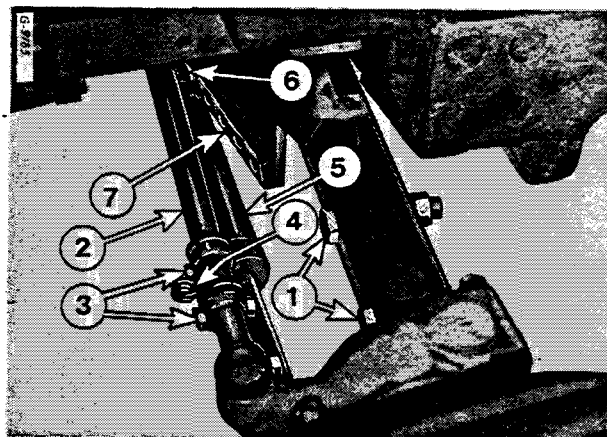

Figure 22a
Essieu renforcé avec crémaillère de réglage verticale (7) - Fig. 22a.
Les extensions d'essieu sont pourvues d'encoches et sont maintenues en place à l'aide des boulons de fixation (1) Fig. 22a. La largeur de voie peut varier de 1700 à 2100mm par paliers de 100mm.
Soulevez l'avant du tracteur. Otez les boulons de brides (1) Fig. 22a. et retirez l'attache-rapide (4). Desserrez les colliers (3) de la barre d'accouplement.